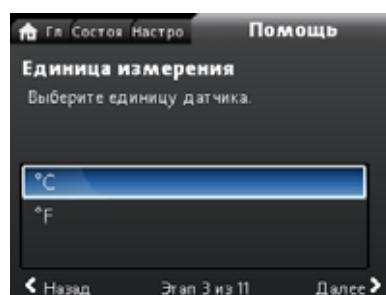

Рис. 65 Экран единиц измерения
- Для настройки входа датчика следуйте пошаговой инструкции. Начните с выбора единиц измерения датчика (см. рис. 65) и закончите на экране отчёта.